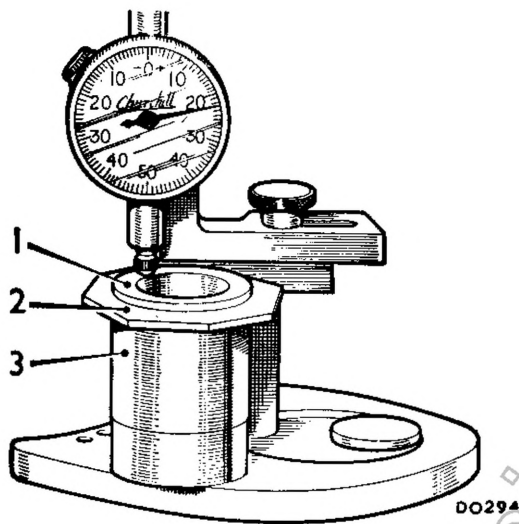

Fig. Aa. 18
36. Rimuovere la scatola del convertitore e sfilare 1' attrezzo 18G 1089 A per l'assieme dell' adattatore, la rosetta di cera e 1' attrezzo 18G 1089/1. Sostituire al posto di questo assieme 1' albero secondario sul piano di riscontro. (vedi Fig. Aa. 18 alla pagina seguente).
37. Usare un manometro comparatore, attrezzo 18G 191, per misurare lo spessore di questo assieme (vedi Fig. Aa. 18 alla pagina seguente). Il valore medio ottenuto indica lo spessore totale degli spessori richiesti per eliminare il gioco assiale. Aggiungere a questo valore un numero di spessori pari a 0,025-0,076mm. onde ottenere il precarico prescritto per il cuscinetto dell' ingranaggio secondario.